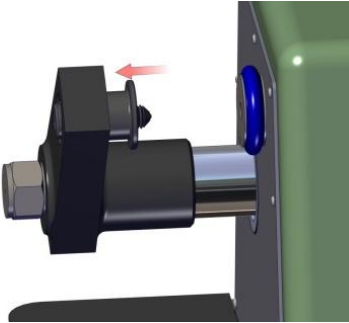
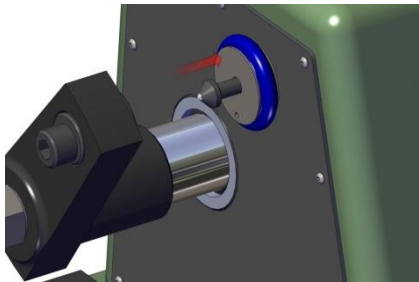
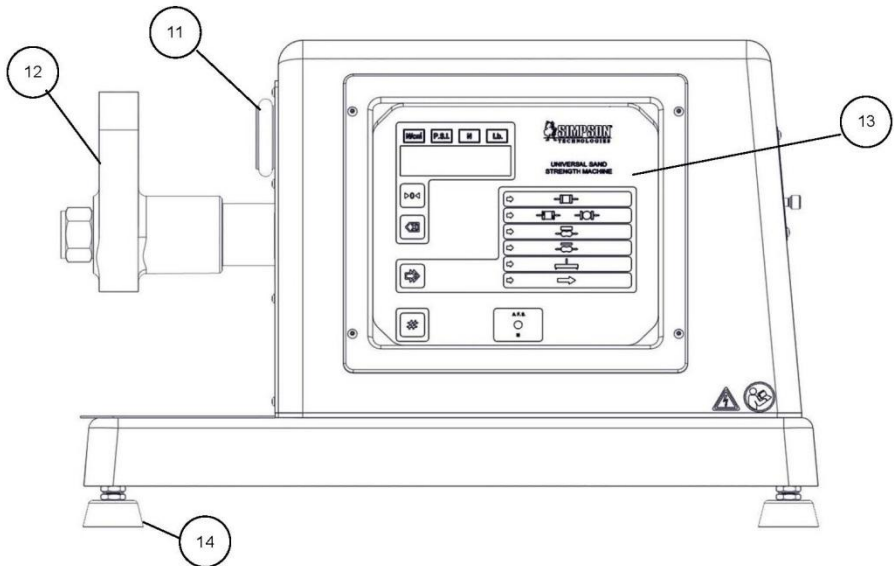

Abb. 6.2.1
Abb. 6.2.2
Abb. 7.3: Vorderansicht
3. Nach ca. fünf Sekunden erscheint auf dem Display der Begrüßungstext "HELLO" (Abb. 7.3 & 7.4, Pos. 13B). Drücken Sie eine beliebige Taste viermal hintereinander während der Begrüßungs-text angezeigt wird, um in den Kalibriermodus zu wechseln.
4. Nachdem der begrüßungstext (HELLO) erloschen und der Kalibriermodus angewählt ist, werden auf dem Display nacheinander drei Meldungen ausgegeben. "SET-UP", "CALib" und "rESET." Wählen Sie nun den gewünschten Modus durch Betätigen der "Start" -Taste (Abb. 7.3 & 7.4, Pos. 13F) aus, wenn dieser auf dem Display erscheint.
5. Kalibriermodus wie unter Schritt 2 bis 5 dargestellt anwählen und anschließend die "Start"- Taste drücken (Abb. 7.3 & 7.4, Pos. 13F) sobald "CALib" auf dme Display erscheint (Abb. 7.3 & 7.4, Pos.).
6. Auf dem Display erscheint abermals der Begrüßungstext "HELLO" und die Kraftanzeigelampe "N/cm2" (Abb. 7.3 & 7.4, Pos. 13A) fängt an zu blinken. Sobald diese Lampe blinkt, die "Start"- Taste drücken Es erscheint ein weiteres Mal der Begrüßungstext "HELLO", der jedoch unmittelbar durch die "0" abgelöst wird, wodurch signalisiert wird, dass die Maschine "genullt" ist. Die Karftanzeigelampe "N" (Newton) (Abb. 7.3 & 7.4, Pos. 13A) beginnt zu blinken.
8. Die, mit der mechanischen Lastzelle (Modell 42125) mitgelieferten und einstellbaren Aufnahmekugeln (fest und beweglich) an das Gerät montieren. Auf der beweglichen Seite wird die Aufnahme (Abb. 7.3, Pos. 12) vorsichtig in die Öffnung geschoben (siehe Abb. 6.2.1). Achten Sie darauf, dass die Kalibrieraufnahmen und verjüngten Aufnahmen sauber und frei von Sand sind. Die feststehende Aufnahmekugel vorsichtig in die mittlere Öffnung an der Klemmhalterung einführen (Abb. 7.3, Pos. 11). (siehe Abb. 6.2.2 und 6.2.3).
11. Lastzelle zwischen feststehender Klemmbacke (Abb. 7.3, Pos. 11) und beweglicher Klemmbacke (Abb. 7.3, Pos. 12) einsetzen. (Siehe Abb. 6.2.4).
14. Sobald die korrekte Abweichung von 0,01 mm an der mechanischen Lastzelle eingestellt ist, den auf dem digitalen Display (Abb. 7.3 & 7.4, Pos. 13B) angezeigte Wert für die Last (in Newton) überprüfen. Wenn der angezeigte Wert nicht korrekt ist, die Anzeige wie in Schritt 15 beschrieben korrigieren, andernfalls in der Kalibrierung mit Schritt 16 fortfahren.
- » Schnelles erhöhen - "Zero"-Taste drücken (Abb. 7.3 & 7.4, Pos. 13C)
- » Schnelles vermindern - "Test Selektion"-Taste drücken (Abb. 7.3 & 7.4, Pos. 13E)
- » Langsames erhöhen - "Clear Display" Taste drücken (Abb. 7.3 & 7.4, Pos. 13D)
3. Nach ca. fünf Sekunden erscheint auf dem Display der Begrüßungstext "HELLO" (Abb. 7.3 & 7.4, Pos. 13B). Drücken Sie eine beliebige Taste viermal hintereinander während der Begrüßungstext angezeigt wird, um in den Kalibriermodus zu wechseln.
4. Nachdem der begrüßungstext (HELLO) erloschen und der Kalibriermodus angewählt ist, werden auf dem Display nacheinander drei Meldungen ausgegeben. "SET-UP", "CALIB" und "rESET." Wählen Sie nun den gewünschten Modus durch Betätigen der "Start" -Taste (Abb. 7.3 & 7.4, Pos. 13F) aus, wenn dieser auf dem Display erscheint.
5. Über die Option "SET-UP" wird der Inhalt des Gerätereisters gesetzt. Um die "SET-UP"-Option anzuwählen, die "Start" -Taste drücken (Abb. 7.3 & 7.4, Pos. 13F) während auf dem digitalen Display die Meldung "SET-UP" angezeigt wird. Anschließend erscheint auf dem Display der Begrüßungstext "HELLO" gefolgt von einer Reihe an Zahlen. Von links nach rechts gelesen: Die erste Zahl steht für das Register, die letzte Zahl informiert über dessen Inhalt. Die Inhaltswerte sollten mit den Werten in der nachstehen- den Tabelle übereinstimmen.